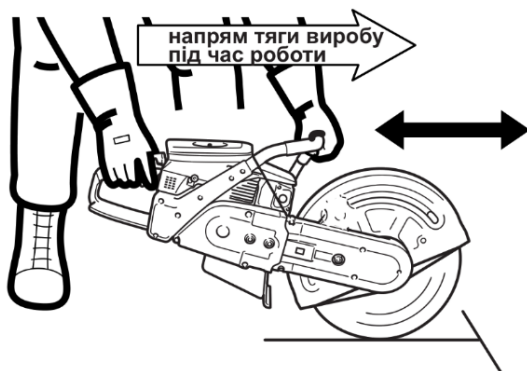

Рисунок 10. Рух виробу під час різання.
2. Зайняти положення тіла так, як зображено на рис.10. Утримувати бензоріз міцно обома руками, не відволікаючись, збільшити оберти двигуна до обертів різання та плавно торкнутись різальною кромкою до поверхні матеріалу.